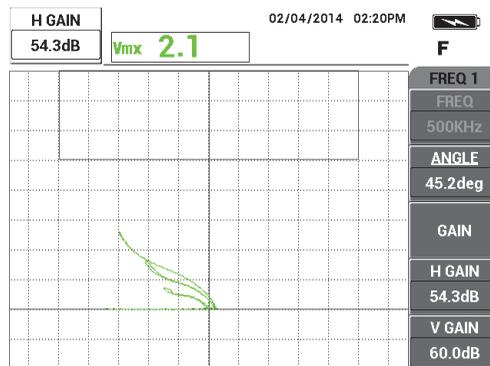

Figura 5-5 Regolazione del guadagno orizzontale
7. Premere due volte il tasto **GAIN (dB)** per visualizzare **GUAD.O.** (guadagno orizzontale) nell'angolo in alto a sinistra della schermata ed in seguito ridurre il guadagno orizzontale con la manopola fino a quando il segnale proveniente dall'intaglio è circa 3 frazioni distante dai puntatori (vedere Figura 5-5 a pagina 138).